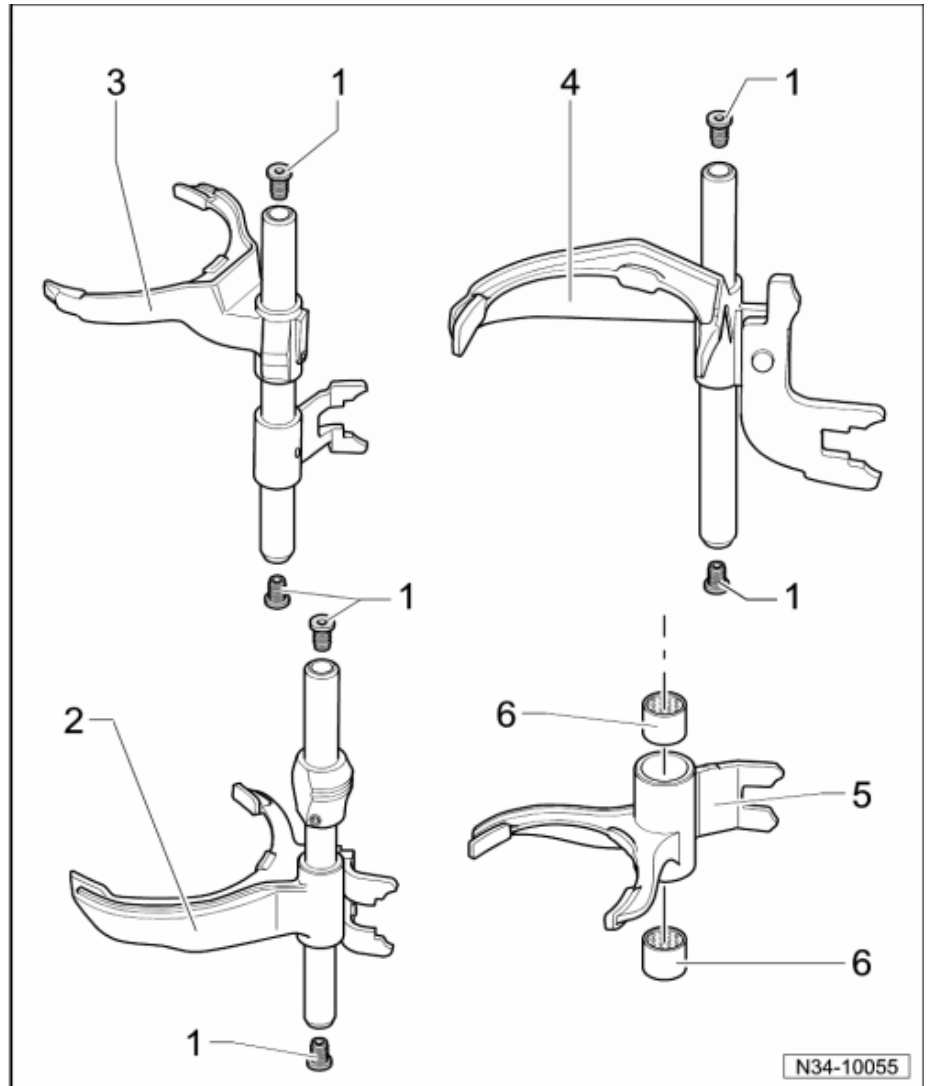

Abb. 1: Unterscheidung der Schaltgabeln Rückwärtsgang ►
- ☐ Unterscheidung der Schaltgabeln Rückwärtsgang ⇒ Abb. 1 in **34-10** Seite 2